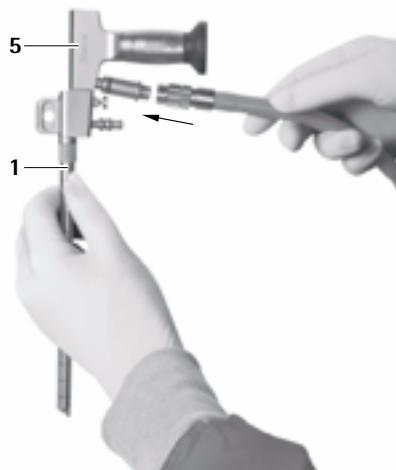

Рис. 3
- ▶ Подключить световой кабель и камеру, см. Рис. 3–5.